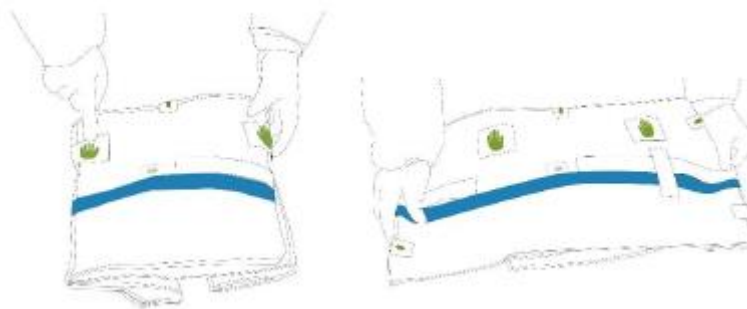

Figura 6.1 Dobramento para Baixo
1. Ajuste a posição de cada braço de instrumentos conforme necessário para garantir espaço suficiente para cobrir o braço de instrumentos com o campo do braço de instrumentos dobrado para baixo e aberto (Figura 6.1).